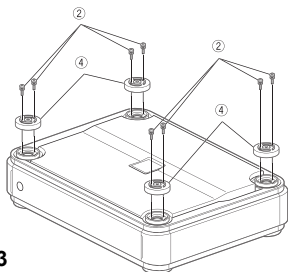

Рис. 3
- Закрепите четыре соединительные заглушки* в 4-х углах первого усилителя, используя по два крепежных винта (М 2.6 x 14*, прилагаются) на каждую заглушку (см. рис. 3).